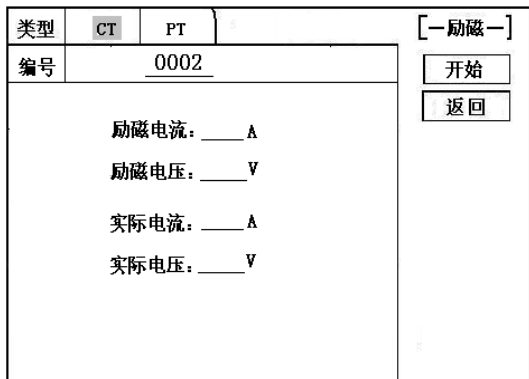
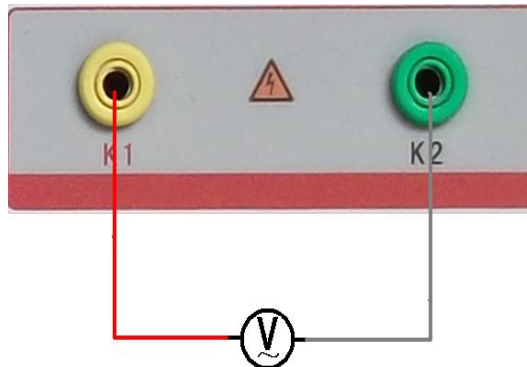
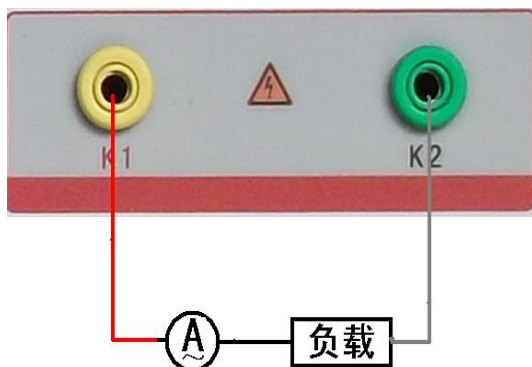

图 39，校准测试主界面
图 40，电压校准接线图
图 41，电流校准接线图
在 CT/PT 测试主界面中，选择进入“数据查询”试验界面（如图 36），根据需要选择“励磁”、“负荷”、“直阻”、“变比极性”、“角差比差”、“返回”等测试选项，选定测试项目后，进入图 39 测试界面，显示仪器中该项目下所保存的最新的测试结果，可以选择“上页”、“下页”、“转存”、“返回”、“清除”选项进行相应操作。
进入 CT “励磁” 测试界面后，选择进入 “校准” 试验界面（如图 39），设定好励磁电流值：0.1A ~ 5A；励磁电压值：1V~1000V。
电压校准试验参照图 40 进行接线；设置好被测电压后，合上功率开关，选择 “开始” 选项，按下控制器，试验即开始，试验到达设定值后将保持输出电压/电流值用于检测，检测完毕后，按下控制器，试验返回图 39 界面。
电流校准试验参照图 41 进行接线，电压设定值略高于【电流设定值 (A) \* 负载 (Ω)】，设置好被测电流/电压值后，合上功率开关，选择 “开始” 选项，按下控制器，试验即开始，试验到达设定值后将保持输出电流/电压值用于检测，检测完毕后，按下控制器，试验返回图 39 界面。